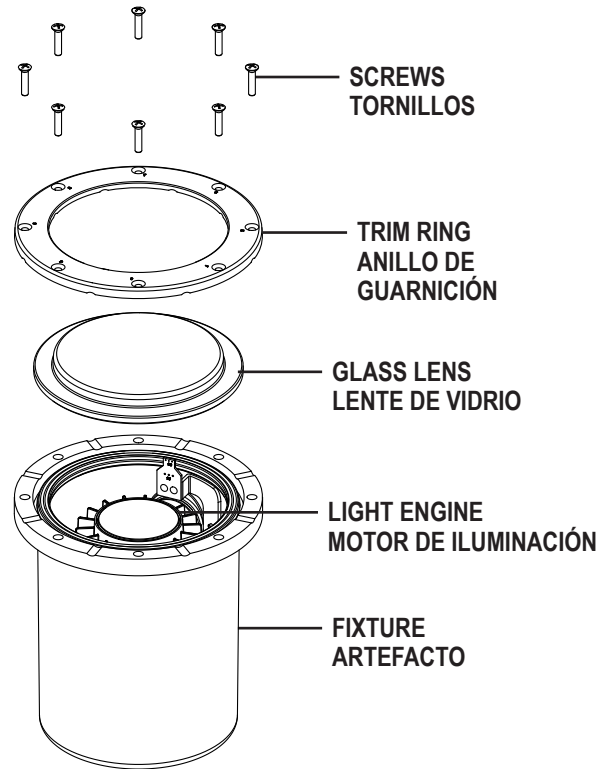

Fig. 1
- 2) Retire los (8) tornillos de la cubierta original del artefacto y retire el anillo de guarnición y la lente de vidrio existentes y deséchelos (ver la Fig. 1).
- 3) Si es necesario, mientras el anillo de guarnición y la lente están retirados, utilice un imán para ajustar el nivel del flujo luminoso. Consulte la hoja de instrucciones de los artefactos estándar. El módulo del motor de luminación está apuntando directamente hacia arriba de fábrica. Asegúrese de que el motor de iluminación esté apuntando hacia arriba antes del montaje (ver la Fig. 1).